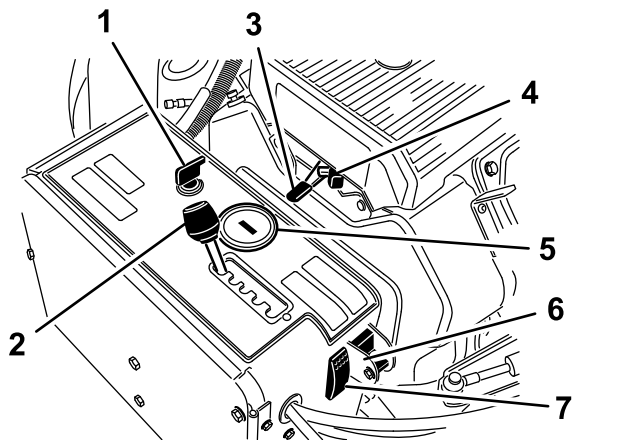

图 12
使用点火开关（图 12），以启动和关闭发动机。该开关有 3 个位置：
将打孔机间距杆（图 12）移到所需的打孔间距或用于行驶的“T”位置。
使用油门杆（图 12）可控制发动机转速。向前推动油门杆可提高发动机转速（快速位置）；向后推则降低发动机转速（慢速位置）。发动机速度用于调节打孔头的速度并控制机器的地面行驶速度。
- 当发动机关闭时，小时表/转速计（图 12）会显示发动机已经运行的小时数。
发动机冷启动时应使用阻风门（图 12）。
将开关转到下方的位置可关闭 TrueCore 功能（图 12）。卸掉螺栓以接触手动地形跟随开关。
如果机器停止运行（如机器燃油耗尽），请按系统重置开关（图 12）升起打孔头。